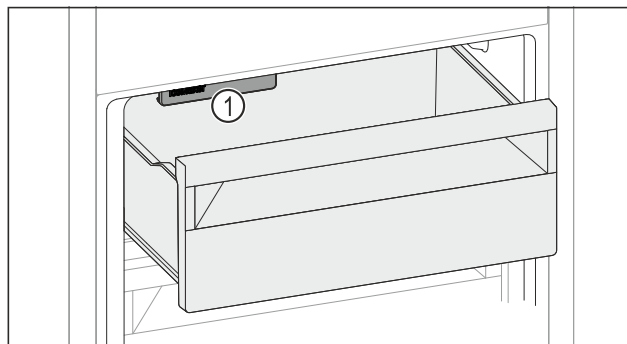

Fig. 160
- Внимавайте за IceMaker Fig. 160 (1).